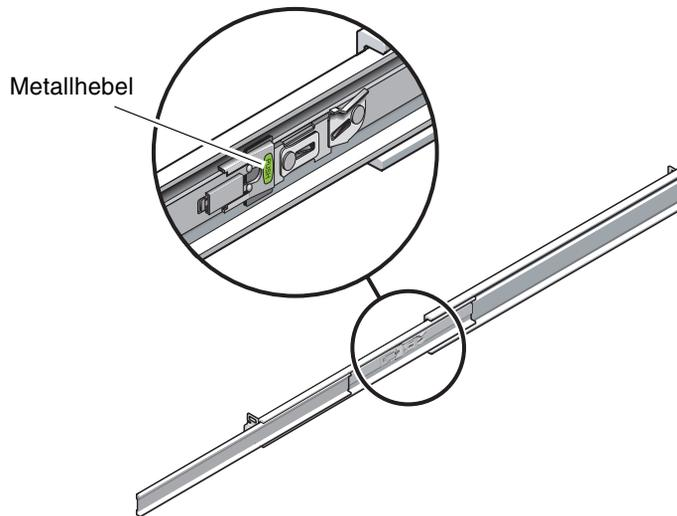

ABBILDUNG 3-35 Entsperrten der Schienenhebel
5. Wenn der Server ganz ausgezogen ist, entriegeln Sie die Schienenhebel (ABBILDUNG 3-35).